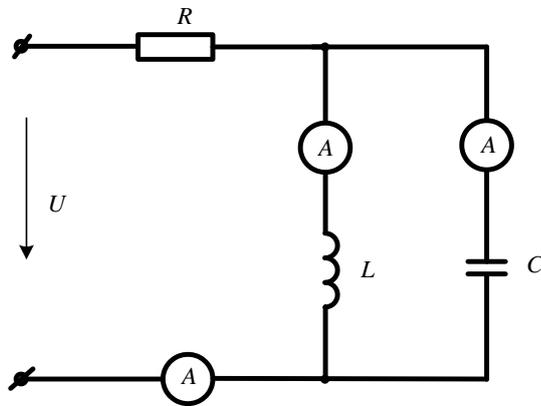

Рисунок 58
**Задача 62.** К зажимам цепи (рис. 58) приложено периодическое несинусоидальное напряжение  $U = 6 + \sqrt{2} \cdot 100 \sin(\omega t - 15^\circ) + \sqrt{2} \cdot 25 \sin(3\omega t - 30^\circ)$ . Активное сопротивление в неразветвленной части цепи равно  $R = 40$  Ом. При основной угловой частоте  $\omega$  индуктивное сопротивление  $x_L = 1$  Ом, а емкостное  $x_C = 9$  Ом.